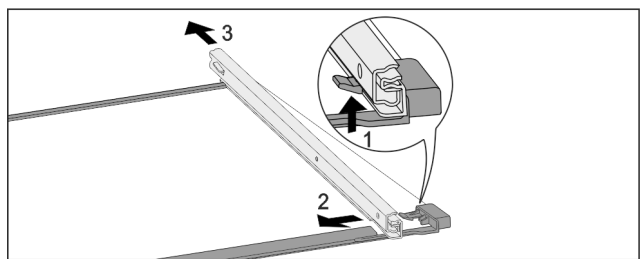

Fig. 164 Glasplatte mit Schienen
- ▶ Vorderen Rasthaken nach oben drücken. Fig. 164 (1)
- ▶ Auszugsschiene zur Seite Fig. 164 (2) und nach hinten Fig. 164 (3) wegschieben.